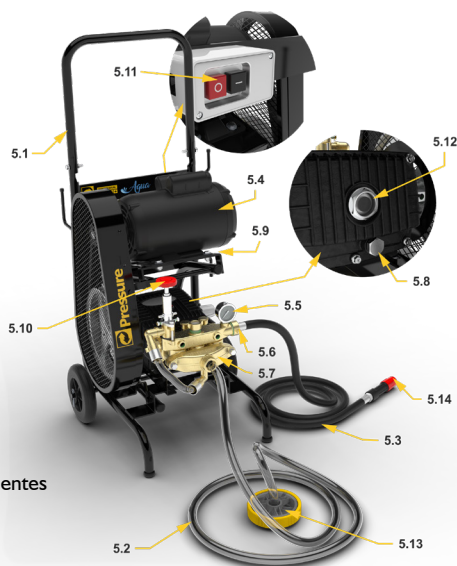

Figura 01.
3.1. Instale na lavadora a mangueira de saída com o esguicho conforme figura 01.